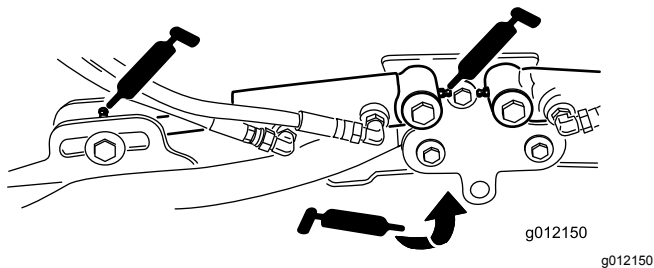

Figure 75
- Vérins des bras de levage des unités de coupe (x 2) (Figure 75)
- Pivots des bras de levage (x 1) (Figure 75)